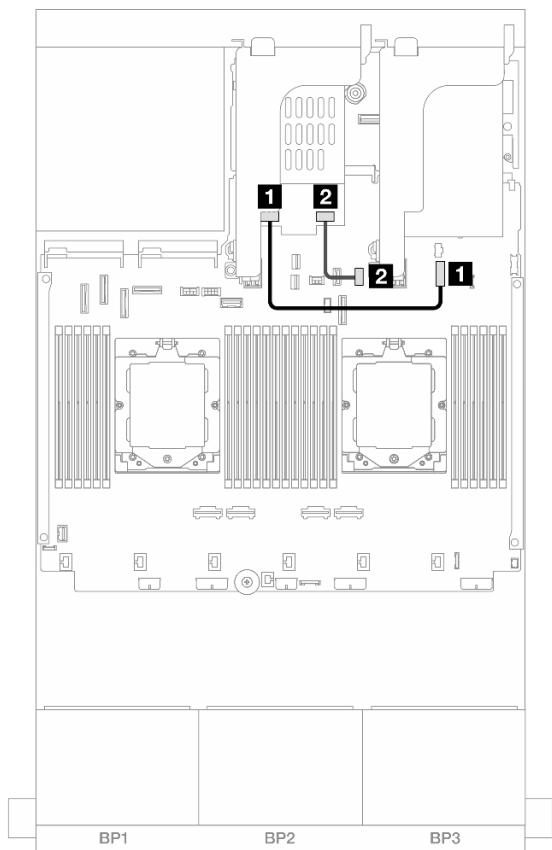

Abbildung 308. SATA-Kabelführung
- Abbildung 308 „SATA-Kabelführung“ auf Seite 330